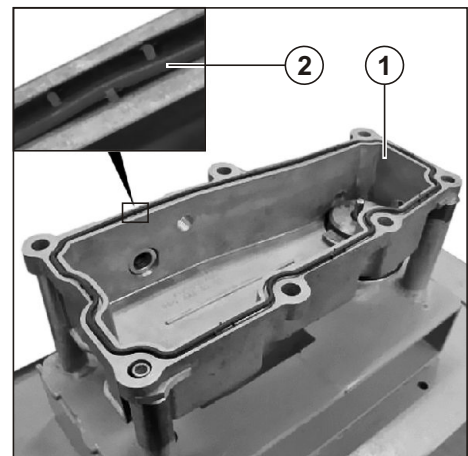

Рис. 64. Установка прокладки коробки слива ОЖ с головки блока цилиндров.
1. Установить в коробку слива ОЖ с головки блока цилиндров (1) уплотнение (2) (см. Рис. 64).